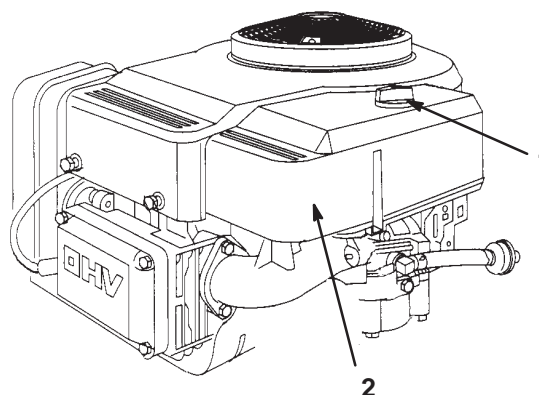

Bild 18
3. Reinigen Sie den Bereich um den Luftfilter herum, um zu verhindern, dass Schmutz in den Motor fällt und Schäden verursacht. Schrauben Sie die Verschlusschraube los und entfernen die Luftfilterabdeckung (Bild 18).
3. Bringen Sie die Luftfilterabdeckung und Verschluss-schraube an (Bild 18). Ziehen Sie die Schraube gut fest.